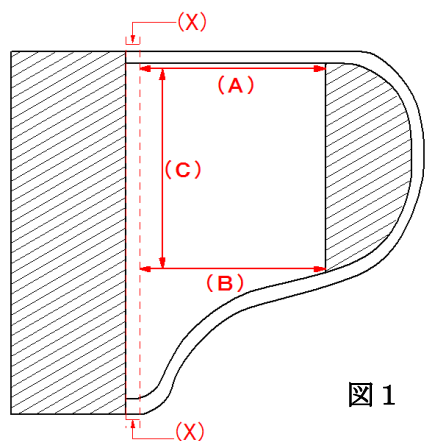
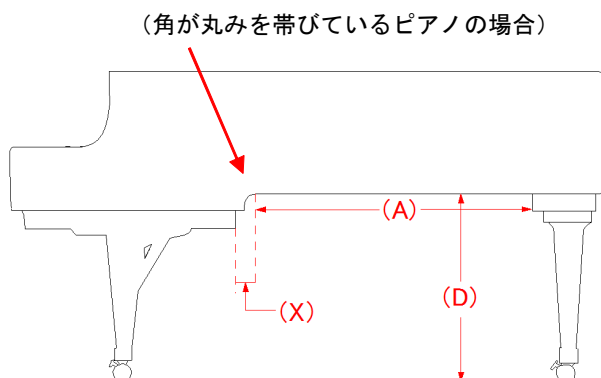

図1
図2
手順① ピアノの下に潜り、図1 (A)~(C)の寸法を測って下さい。(A)と(B)の寸法が同じでない場合があります。図1 (B)の寸法は、図2(角が丸みを帯びているピアノの場合)、図3(角が直角なピアノの場合)に記載されている (X) の寸法を引いたモノが、図1 (B) の寸法となります。